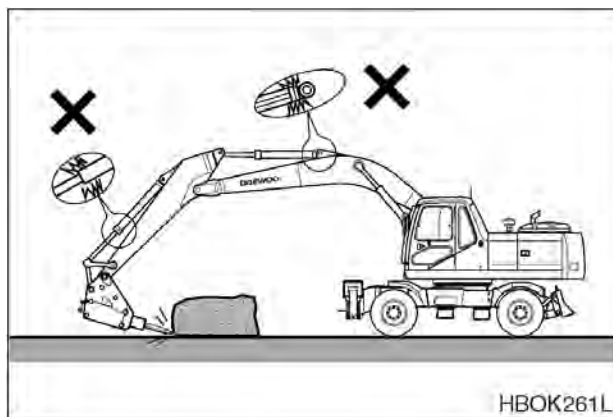

Рис. 74
4. НЕ использовать дробилку при полностью выдвинутых цилиндрах стрелы или рукояти. (Рис. 74)